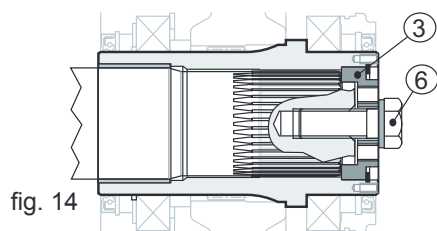

fig. 14
desaparafusar a porca da barra rosqueada (pos. 4) e remover a barra de sua sede. Substituir a barra (pos. 4) com o parafuso (pos. 6), apertando-o totalmente, aplicando uma força como indicado na tabela "torques de aperto" da seção 9.1, utilizando, além disso, uma fita veda-rosca média; A Piv Posiplan aconselha LOCTITE 601 (ver a fig. 14).